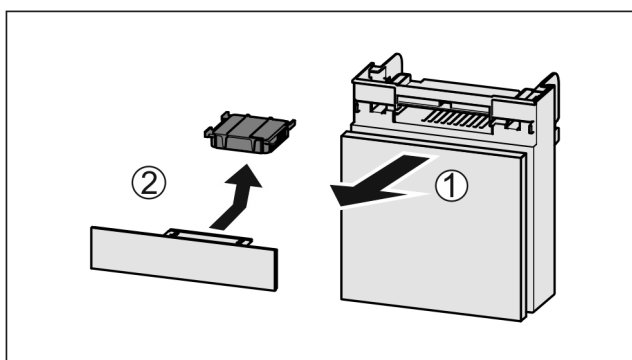

Fig. 148
- ▶ Издърпайте Fig. 148 (1) напред от отделението.
- ▶ Извадете Fig. 148 (2) филтъра с активен въглен.